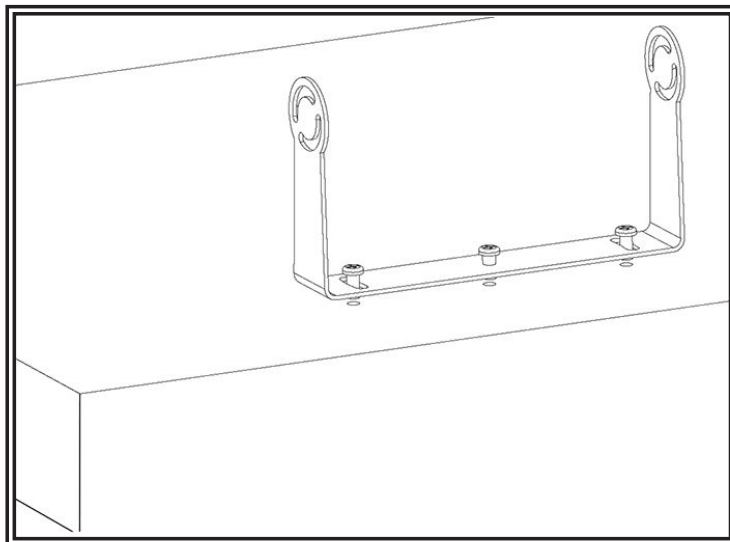

Figura 3
1. Seleccione una posición adecuada en el vehículo y fije el soporte en U con tornillos (Figura 3)